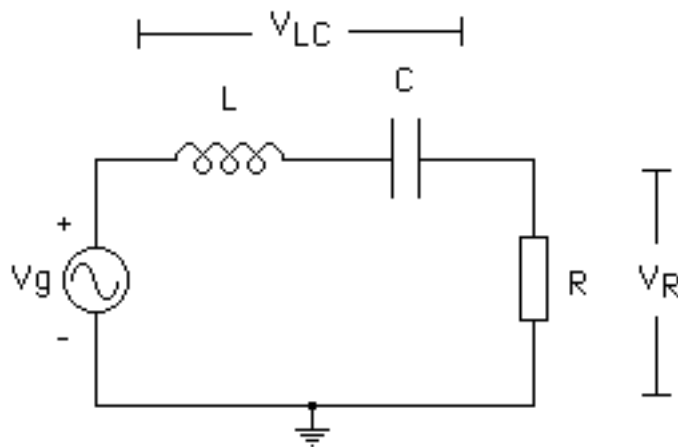

Figura 6.3.- Filtro pasa-banda pasivo
- 21.- A continuación realice el análisis AC Sweep del circuito mostrado en la Figura 6.3, el cual es un filtro pasa-banda pasivo, utilizando los valores indicados por su profesor. Una vez obtenida la gráfica del voltaje V_R en función de la frecuencia, se debe pasar a un programa de dibujo y guardarla en el pen drive.
- e) La frecuencia de resonancia del circuito RLC de la figura 6.3 ($2\pi f_r = (1/LC)^{1/2}$).